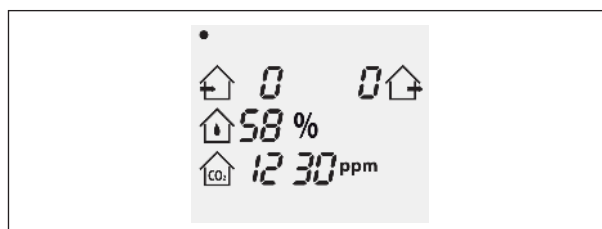

Abb. 29: Lüftungsgerät im Standby-Modus
- Der laufende Lüftungsbetrieb wird beendet. Die Lüftungsstufe von Zuluft und Abluft wird auf 0 gesetzt (siehe Abb. 29).